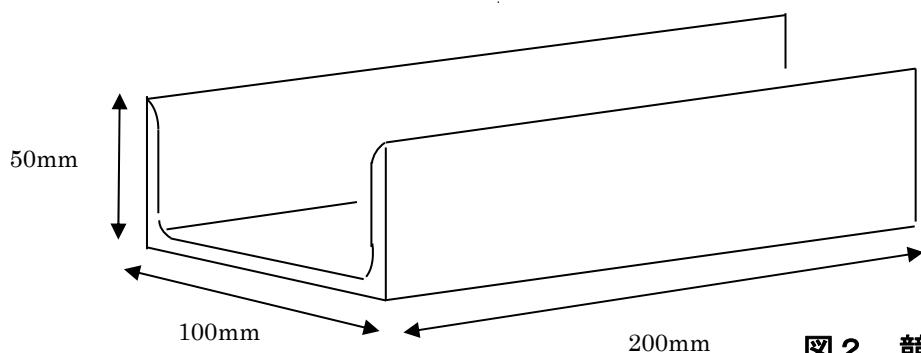

図 2 競技材台の形状
- (6) 溶接による変形は、逆ひずみ法によって防ぐものとする。
- (7) エンドタブは使用禁止とする。又、捨て金を使用して連続溶接を行ってはならない。
- (8) 競技材台は、主催者が準備したものを使用すること（P3の図2を参照）。
- (9) 練習材は、作業台に準備されている競技材台を使用し、練習を行ってもよい。
- (10) 溶接は、タック溶接（仮付）部を除いて片面溶接とし、裏面から溶接をしてはならない。
- (11) 溶接方向は、左進、右進又はそれらの混用のいずれでもよい。ただし、1パス中の混用は認めない。
- (12) 溶接層数及びパス数は自由とする。
- (13) 溶接中及び溶接後において、変形の矯正は禁止する。
- (14) たがねは、スラグやスパッタを取るために使用するのはよいが、溶接金属をはつり取る目的で使用してはならない。